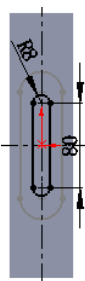

图 17.10.30 草图 2
Step5. 绘制图 17.10.30 所示的草图 2。草图平面为基准面 1。